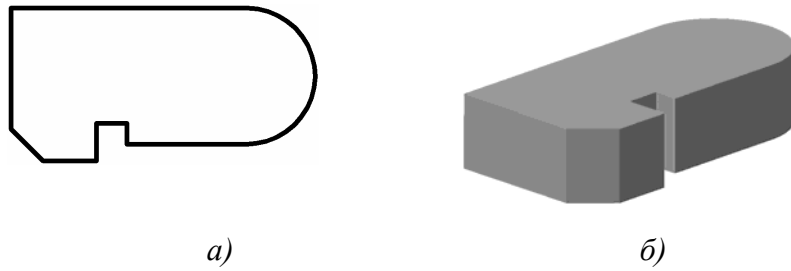

Рис. 30. Эскиз (а) и элемент (б), образованный операцией выдавливания
- *выдавливание* эскиза в направлении, перпендикулярном его плоскости (рис. 30);